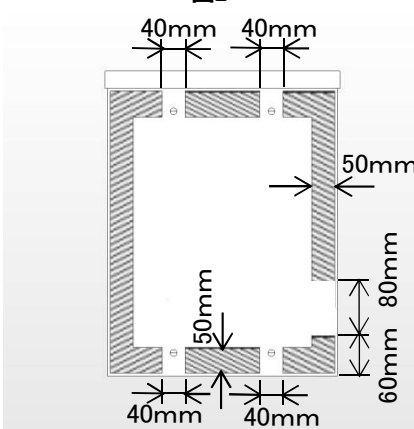
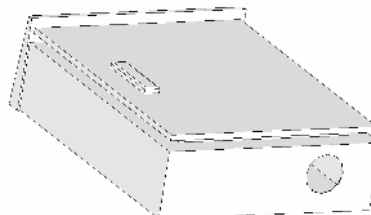
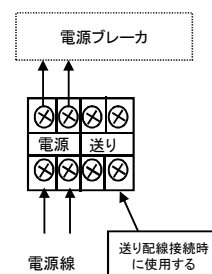
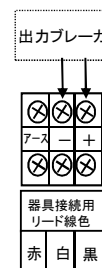

図3
図4
図8
図9
- ③ 入線(電源線)用の穴をボックスの背面に図3の斜線内に開けてください。
- ④ 出力用の穴をボックスの底面に開けてください。〈図4〉
2-5. 電源線、出力線の接続 <図8>・<図9>
- ① 電源線を図3のようにあけた穴を必ずとおし、図8を参考に間違わないように接続してください。接続を誤ると破壊もしくは不安定動作の原因となります。
- ② 出力線を図4のようにあけた穴を必ずとおし、図9を参考に間違わないように接続してください。